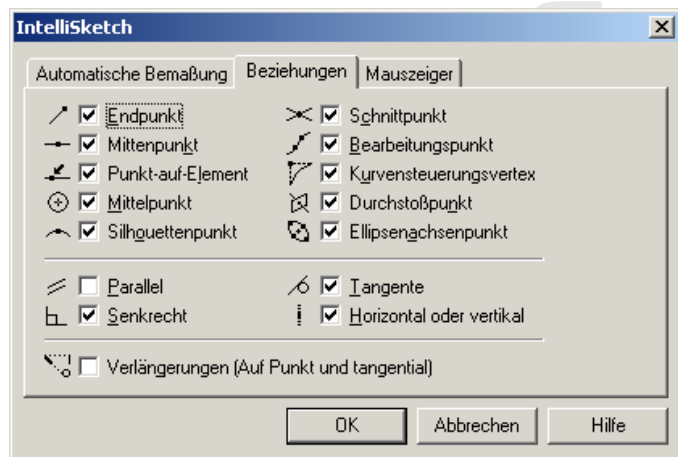

Abb. 7 Die Beziehungssymbole
8. Zeichnen Sie nun die Skizze der Abb. 5, indem Sie der Reihe nach etwa in den Punkten 1 bis 8 klicken. Maße spielen zunächst keine Rolle. Achten Sie aber beim Klicken auf das Beziehungssymbol -Horizontal- oder -Vertikal- (Abb. 7).
Die Beziehungssymbole sollten wie in Abb. 7 dargestellt aktiviert sein.